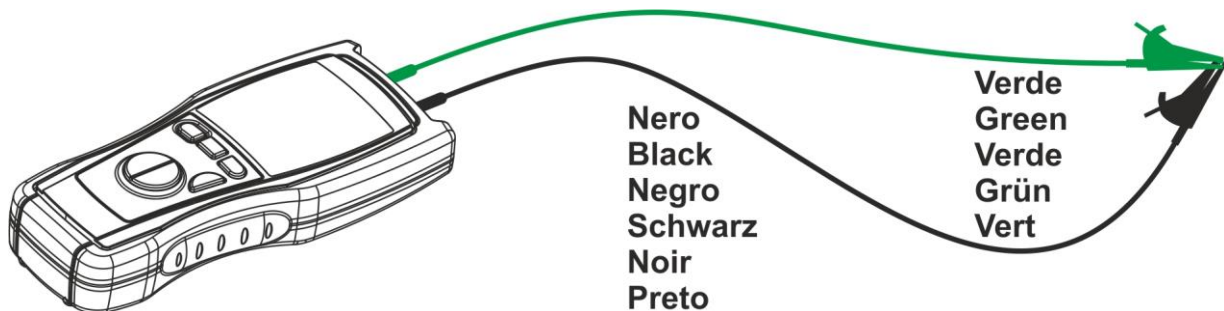

Fig. 10: Conexión de los terminales durante el procedimiento de calibración
3. Cortocircuite entre ellos los extremos de los cables de medida (ver Fig. 10) prestando atención que las partes metálicas de las puntas o de los cocodrilos hagan buen contacto entre ellos